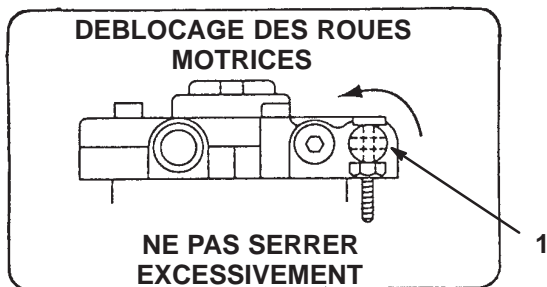

Figure 31
2. Tournez les vannes de dérivation d'un tour dans le sens anti-horaire pour pousser la machine. Cela permet au liquide hydraulique de contourner la pompe et aux roues de tourner (Fig. 31).
Vissez les vannes de dérivation pour utiliser la machine (Fig. 31).